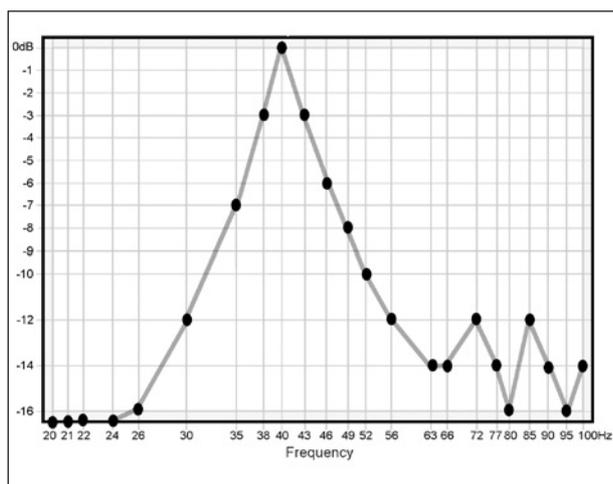

Figure 18. Pic de réponse étroit
1. Choisissez une nouvelle position de test : Repérez sur le CD la piste correspondant à la fréquence centrale du pic inversé. Dans le premier exemple de la Figure 18, c'est la piste 13 (56Hz). Pressez **Play** ►. Vous voyez apparaître une valeur très proche de la précédente. Maintenant, déplacez lentement le sonomètre dans un rayon de 30 cm par rapport à la position initiale. Observez l'afficheur du sonomètre : les fluctuations de niveau sont importantes. Trouvez un point où le niveau est similaire à celui des points test immédiatement adjacents. Déplacez-le aussi verticalement. Les chutes de réponse peuvent être orientées dans n'importe quel axe. L'endroit où le niveau est similaire à celui des points adjacents sera votre nouveau point test.